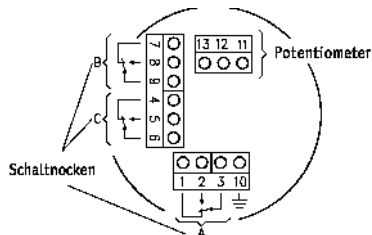

Fig. 5: Conexão dos cabos
- Conectar os fios aos terminais do aparelho (fig. 5 e 6).